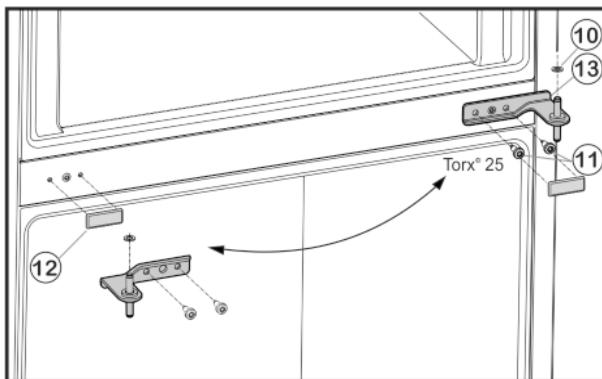

Fig. 6
- ▶ Odvijte pričvrsne vijke Fig. 6 (11) (2 puta Torx® 25) i izvucite podložak ležaja u sredini iz donjih vrata.
- ▶ Skinite plastičnu pločicu Fig. 6 (10).
- ▶ Oprezno skinite poklopac Fig. 6 (12).
- ▶ Ponovo stavite poklopac Fig. 6 (12) na suprotnoj strani.
- ▶ Podložak ležaja u sredini Fig. 6 (13) umetnите u donja vrata okrenut za 180° pa ga pričvrsnim vijcima Fig. 6 (11) (2 puta Torx® 25) **pritegnite čvrsto (s 4 Nm)** na novu stranu šarki.
- ▶ Ponovo postavite plastičnu pločicu Fig. 6 (10).
- Stavite gornja vrata na podložak ležaja u sredini Fig. 6 (13).